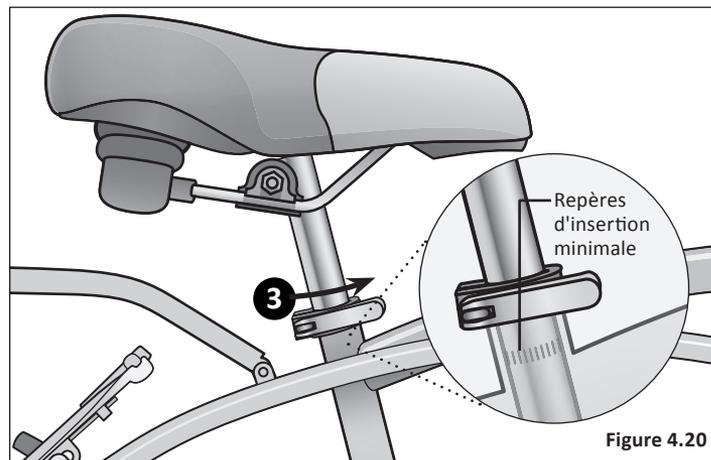

Figure 4.20
- 3 Fermez le levier à dégagement rapide et verrouillez la selle en place. Si la pression n'est pas suffisante pour maintenir la selle en place, ouvrez le levier à dégagement rapide. Avec une main sur le levier à dégagement rapide et une main sur l'écrou de réglage, commencez à serrer l'écrou de réglage à la main jusqu'à ce que vous commenciez à sentir une certaine résistance contre la fourche. **N'essayez pas** de serrer en tournant le levier à dégagement rapide. Le levier à dégagement rapide est utilisé pour fermer tandis que l'écrou d'ajustement est utilisé pour ajuster la pression. **Figure 4.20**